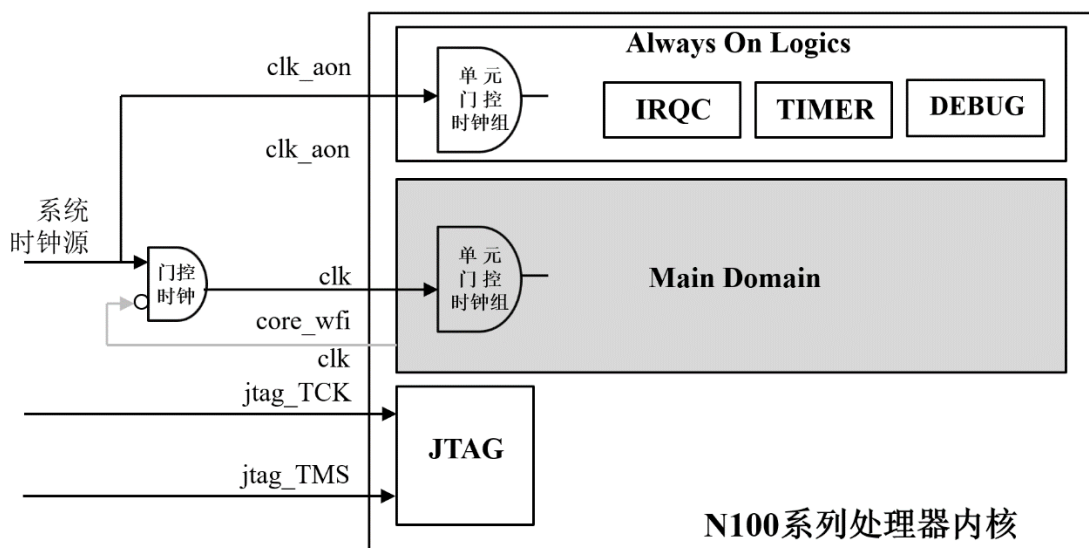

图 2-1 N100 内核时钟域示意图
N100 系列内核的时钟域划分如图 2-1 中所示，整个处理器内核分为两个彼此异步的时钟域：
- 如图 2-1 中，当成功的执行了 WFI 后，N100 系列内核的输出信号 `core_wfi_mode` 会拉高，指示此处理器核处于执行 WFI 指令之后的休眠状态；SoC 系统层面可以使用 `core_wfi_mode` 控制外部的总门控时钟将处理器内核的主工作时钟 `core_clk` 关闭。